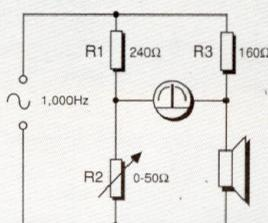

Figura 2
3. Volete determinare l'impedenza di un altoparlante e perciò montate il circuito di Figura 2. R2 dovrà essere regolato per:
4. Dopo aver correttamente regolato R2 nello schema di Figura 2, togliete questo potenziometro dal circuito e misurate la sua resistenza. Se l'altoparlante ha una impedenza di 8 Ω, la resistenza di R2 deve essere circa